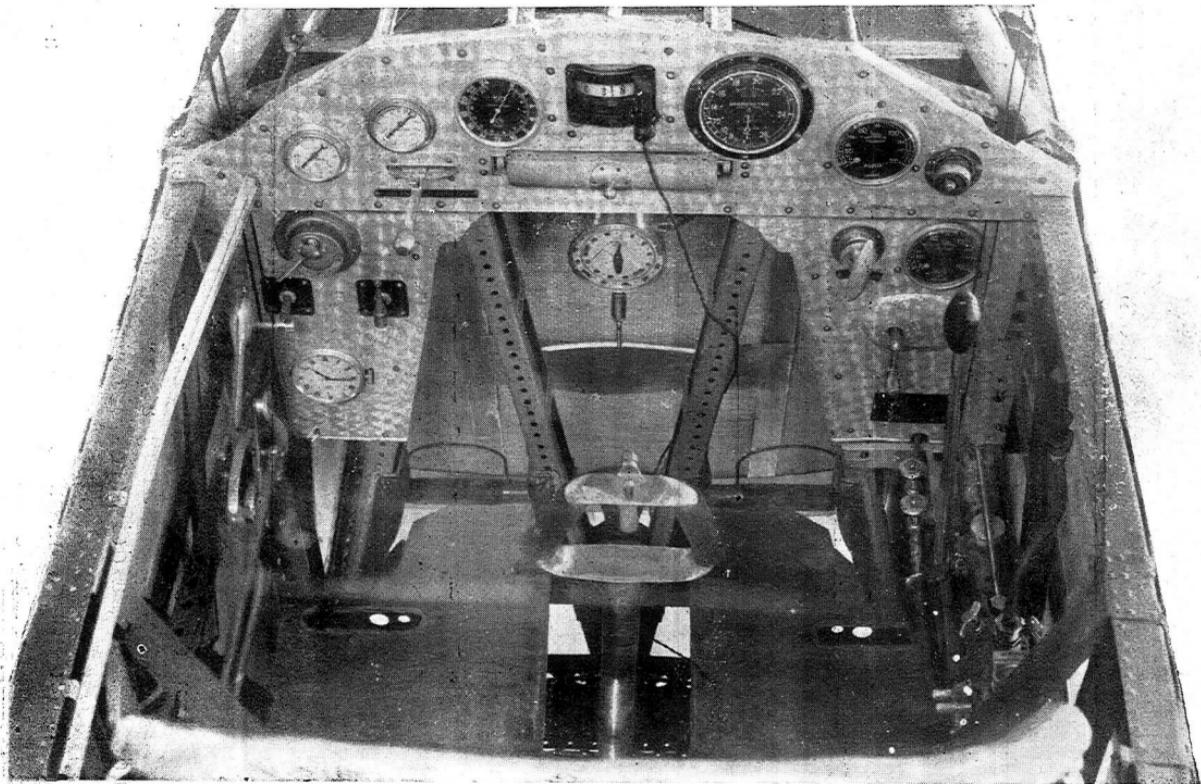

FIG. 16 - CRUSCOTTO
- d) di un avvisatore automatico d'incendio. (Fig. 16).